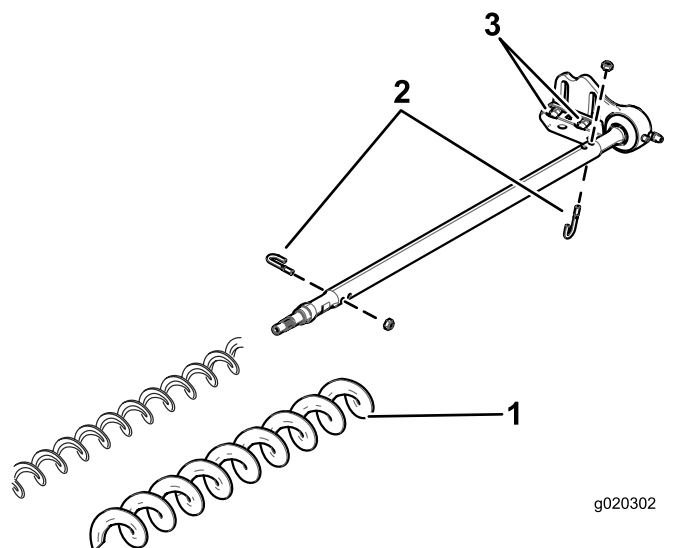

図 20
3. ボルトとナット各 2 を外す 図 20。
4. ブラシシャフトについている既存のブラシを抜き取る 図 20。
5. 駆動側ベアリングハウジングをベアリングハウジング取り付けブラケットに固定しているボルト各 2 本とワッシャおよびナットをゆるめる 図 20。
6. グルーマシャフトに高刈りブラシブラシを通す 図 20。
7. 先ほど外した J ボルトとナット各 2 を使って、ブラシをシャフトに固定する 図 20。